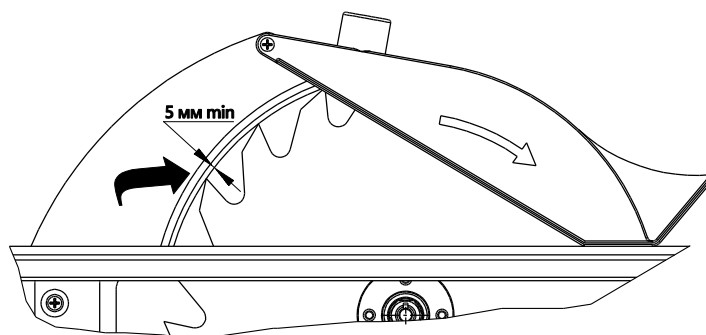

Рисунок 5. Радиальное расстояние
- установить и отрегулировать расклинивающий нож 6. Расклинивающий нож 6 необходимо расположить симметрично по центру в плоскости пильного диска 4, обеспечивая радиальное расстояние между расклинивающим ножом и венцом пильного диска не более 5 мм (рис. 5). Это достигается перемещением регулировочных гаек 9 и расклинивающего ножа 6 по резьбовым стержням 8. После установки надежно закрепите расклинивающий нож 6 на стержнях гайками 5;